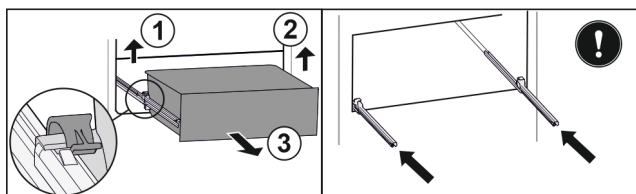

Fig. 92
- ▶ Zvedněte levou svorku a současně vytáhněte zásuvku vlevo dopředu. Fig. 92 [1]
- ▶ Zvedněte pravou svorku a současně vytáhněte zásuvku vpravo dopředu. Fig. 92 [2]
- ▶ Vyjměte zásuvku dopředu. Fig. 92 [3]